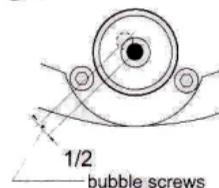

Fig.11
- b. Utilizati cheia pentru a introduce bula in centrul cercului ( Fig 11)